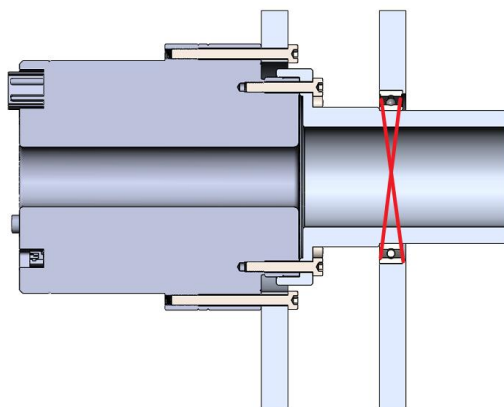

图 18-10 关节模组安装无需添加外置轴承
6、关节模组安装通常无须增加外置轴承，如图 18-10 所示。模组已集成可承受径向和轴向负载的交叉滚子轴承，其承载能力校核见第 17 章《各方向受力允许值》。增加外置轴承可能造成安装结构过约束，引起异响、抖动、棘爪或屈曲等异常。